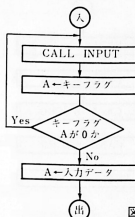

図10.19
(3) 機能 このキー入力サブルーチンにおいては、キーボードスイッチが始めて押されたことが検出されるまで、このルーチンの中でキースキャンを繰り返します。サブルーチン INPUT と違うところは、サブルーチン INPUT はキースイッチが押されなくてもアキュムレータにデータ FFH を格納してルーチンから抜け出てきたのに対し、このキー入力サブルーチンでは新たなキー入力か施されるまでは、キースキャンをサブルーチン内部で繰り返しているという点です。
(4) フローチャート 図10.19にフローチャートを示します。